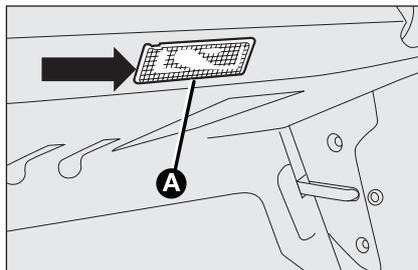

fig. 42
- extraiga la luz **A-fig. 42** haciendo palanca en el punto indicado por la flecha;